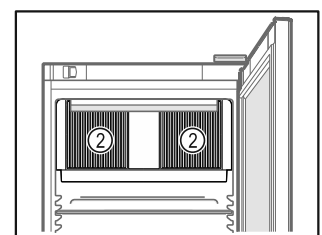

Fig. 57
- Se till att inte blockera ventilationsgallren *Fig. 57 (2)* för fläkten inne i skåpet.